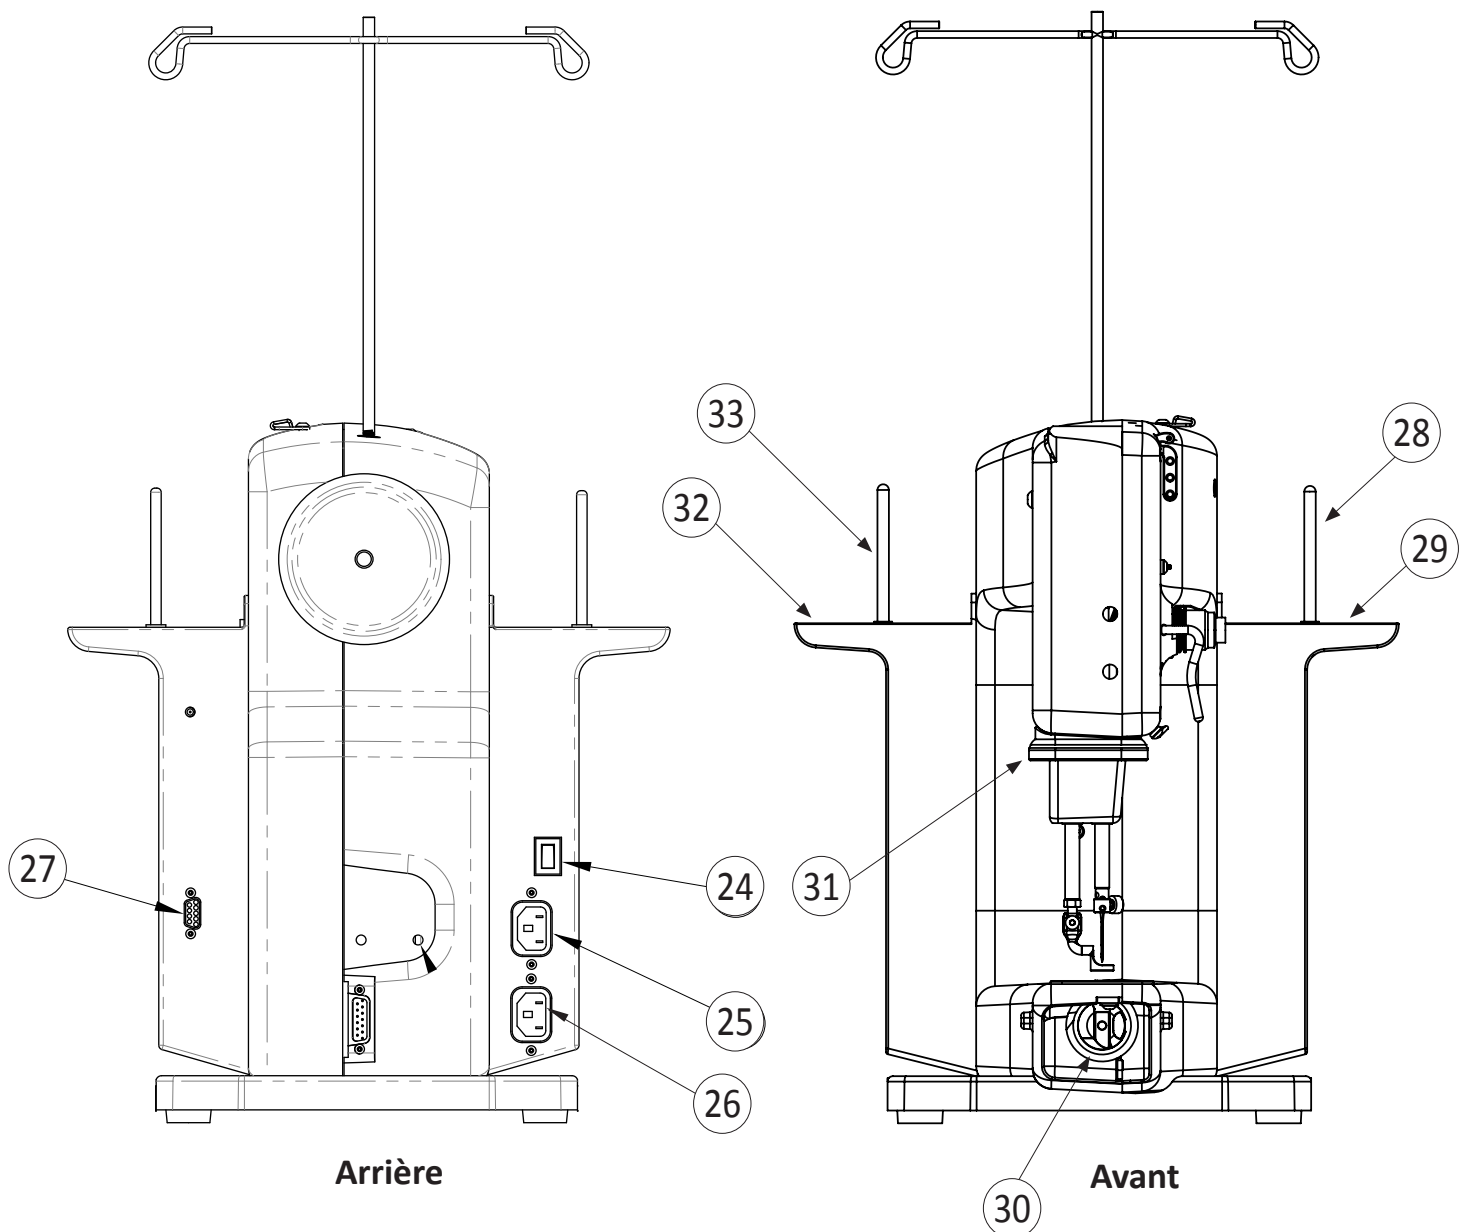

Figure 3
Vérifiez que l'interrupteur Marche / Arrêt (page 7, figure 3, n° 23) est éteint (réglé sur 0). Branchez le cordon d'alimentation à la prise de courant située en haut à l'arrière de la machine (figure 4). Ne branchez pas le cordon d'alimentation à une source d'alimentation pour l'instant.
1. Branchez l'extrémité du cordon de la pédale à la prise de la pédale (voir page 7, figure 3, n° 26).